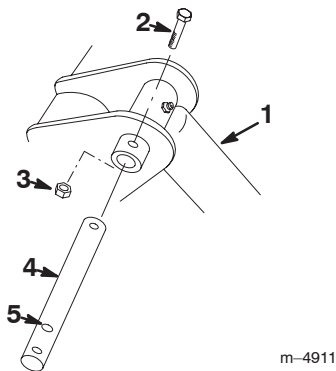

Abbildung 8
2. Schraube und Mutter entfernen, mit denen der obere Kippzylinderstift an der Zugmaschine befestigt ist (Abb. 8).
4. Den neuen Stift an seiner Position anbringen und mit der vorher entfernten Schraube und Mutter befestigen. Dabei das mittlere Loch im Stift verwenden (Abb. 8).